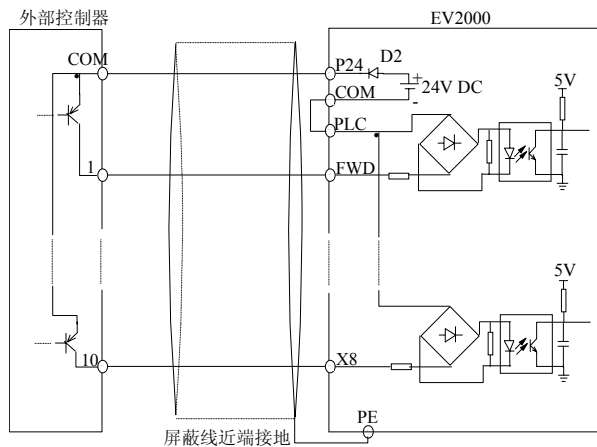

图3-25 使用变频器内部+24V电源的漏极连接方式
②使用变频器内部+24V电源，外部控制器为PNP型的共发射极输出的连接方式（注意去除PLC与P24端子间的连接线），如图3-25所示。